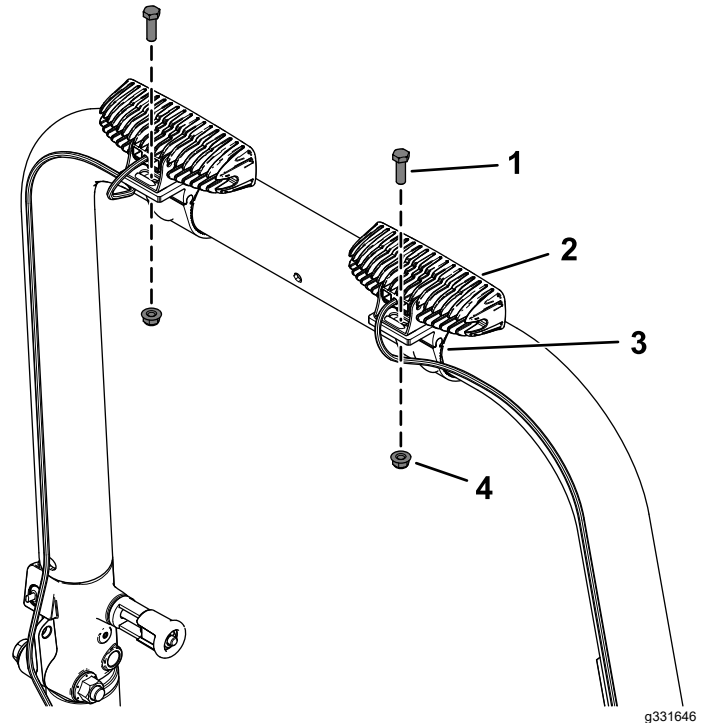

Figuur 1
2. Bevestig de 2 pijpklemmen aan de rolbeugel op de gewenste plek (Figuur 1).